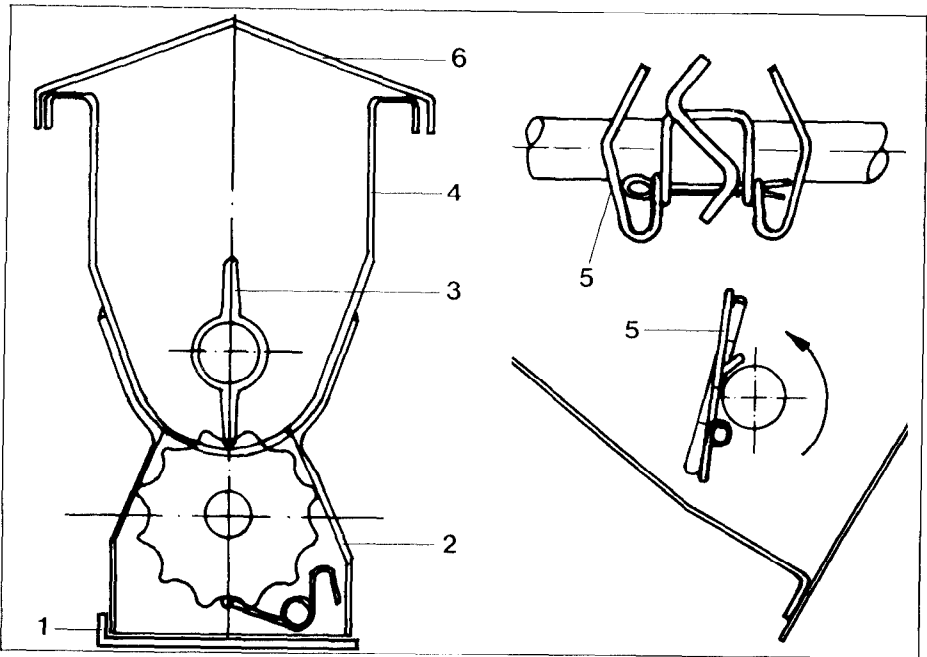
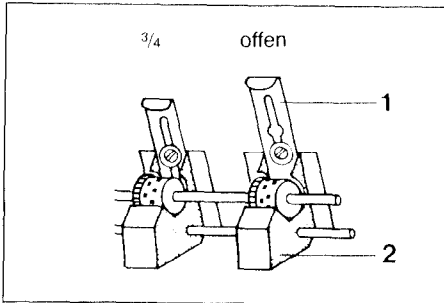

Fig. 38
Fig. 39
- a) Verschlußplättchen (Fig. 38/1) unter den Dosiergehäusen (Fig. 38/2) abnehmen. Falls einzelne Säräder nicht benutzt werden, müssen die Verschlußplättchen an den Dosiergehäusen über den nicht benutzten Särädern verbleiben.
- b) Beizgerät mit Beizmittel füllen. Hierbei ist darauf zu achten, daß die Gummirührwelle (Fig. 38/3) im Beizmittelbehälter (Fig. 38/4) senkrecht steht. Diese Stellung kann durch Drehen am Antriebsrad der angehobenen Drillmaschine erreicht werden. Beizgerät mit dem Deckel verschließen.
- i) Absperrschieber (Fig. 39/1) an Sägehäusen (Fig. 39/2) auf Stellung „ $\frac{3}{4}$ “ bringen, auch wenn in der Sätabelle Stellung „offen“ angegeben ist. Durch die intensive Rührwirkung der Rührbügel (Fig. 38/5) kann sonst Getreide über den Särädern unkontrolliert austreten.
Eine Entleerung des Beizgerätes kann vorgenommen werden, indem das Beizgerät in der Lagerung außen am Saatkasten nach dem Lösen der Ringschraube nach unten gedreht wird. Die Beizmittelreste fallen dann in den Deckel (Fig. 38/6) und können leicht nach dem Abnehmen des Deckels entfernt werden.
Die größte Sicherheit bietet eine Abdrehprobe für das Beizmittel. Hierzu muß, nachdem wie unter Punkten a-e auf Seite 37 beschrieben ist verfahren wurde, der Saatkasten geleert werden. Durch einige Umdrehungen an der Abdrehkurbel ist zu prüfen, ob aus allen Dosiergehäusen Beizmittel fällt. Dann werden die Dosiergehäuse unten durch die Verschlußplättchen (Fig. 38/1) verschlossen.
An der Abdrehkurbel wird nun mit der gleichen Anzahl von Kurbelumdrehungen wie für die Abdrehprobe für Getreide gedreht. Hierbei fällt das Beizmittel auf die Verschlußplättchen (Fig. 38/1) unter den Dosiergehäusen (Fig. 38/2).
Die Verschlußplättchen (Fig. 38/1) werden nun vorsichtig abgezogen. Hierbei ist darauf zu achten, daß kein Beizmittel verschüttet wird. Das Beizmittel wird von den Verschlußplättchen auf ein Blatt Papier o. ä geschüttet und mit einer Briefwaage gewogen.